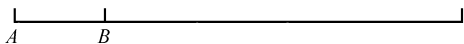
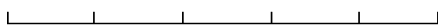

图 3-4 定距等分对象的原始图形
图 3-5 定距等分对象
【例 3-2】在图 3-4 所示的原始图形中按 AB 的长度定距等分直线,效果如图 3-5 所示。
- 4) 在命令行的【指定线段长度或 [块 (B)]:】提示下,分别拾取点 A 和点 B,效果如图 3-5 所示。